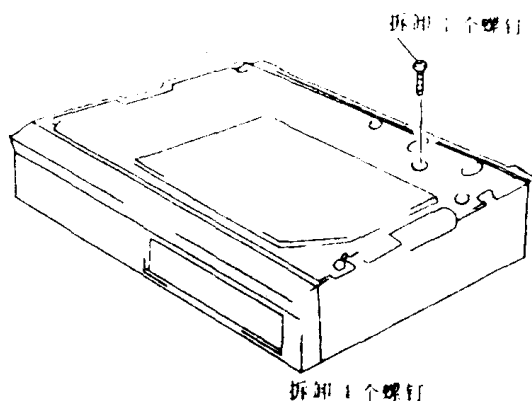

图 1-6
②拆卸 1 个螺钉, 如图 1-6。
③从主电路板上解开 2 个接续器。
④拆卸 4 个螺钉, 将稳压器电路板取出。
(5) 拆卸后部插座电路板/后板